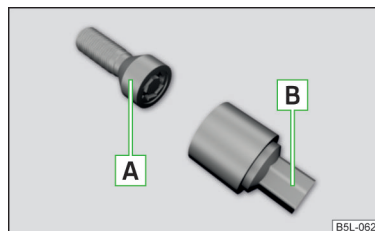

Fig. 173
Les boulons de roues antivol protègent vos roues contre le vol. Ceux-ci peuvent être **déserrés/serrés** uniquement avec la pièce de rehausse  » fig. 173.
- Insérez l'adaptateur  » fig. 173 jusqu'à la butée sur le boulon de roues antivol .
► Enfoncez la clé démonte-roue jusqu'en butée sur le boulon de roue. Pour les boulons de roues antiviol, utilisez l'adaptateur correspondant » fig. 173 à la page 165.